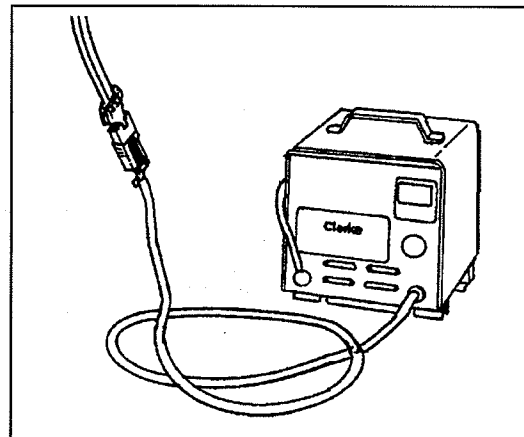

Figura 13
5. Conecte el conector CC del cargador al conector del paquete de baterías. Consulte la figura 13.